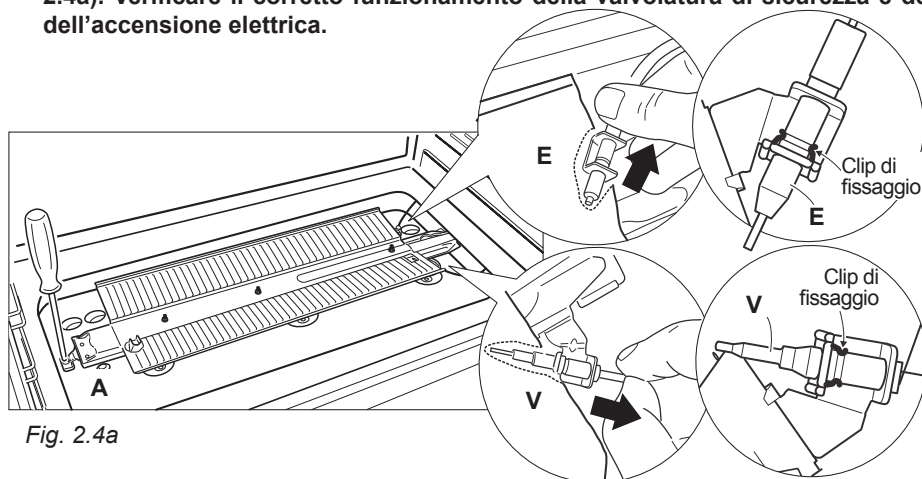

Fig. 2.4a
- Sganciare con cautela, dal bruciatore, la valvola di sicurezza "V" e l'elettrodo dell'accensione elettrica "E" (come indicato in fig. 2.4a). Prestare particolare attenzione a non danneggiare la valvola e l'elettrodo.
- Svitare e togliere la vite "A" che fissa il bruciatore (fig. 2.4a).
IMPORTANTE: Fare particolare attenzione a rimontare correttamente la valvola di sicurezza "V" e l'elettrodo dell'accensione elettrica "E" (come indicato in fig. 2.4a). Verificare il corretto funzionamento della valvolatura di sicurezza e dell'accensione elettrica.
Per poter procedere alla regolazione dell'aria primaria il bruciatore deve essere smontato dalla sua sede (figure 2.4a, 2.4b).